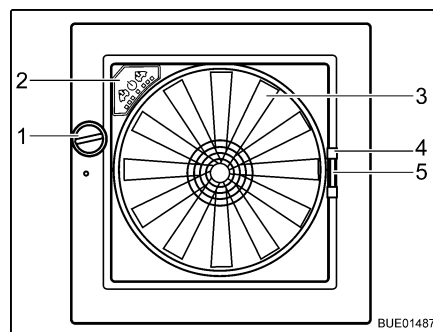

Bild 49 Dachhaube Omni-Vent
Öffnen: ■ Drehknopf (Bild 49,1) drehen, bis der gewünschte Öffnungswinkel erreicht ist.
Schließen: ■ Drehknopf (Bild 49,1) drehen, bis Dachhaube vollständig geschlossen ist.
- Schließen:* ■ Insektenschutz am Griff (Bild 49,4) zur gegenüberliegenden Rahmen-
- Schließen:* ■ Griff (Bild 49,5) der Verdunklung zusammendrücken.
- Ventilator** Wenn die Dachhaube geöffnet ist, kann der Innenraum mit dem 6-stufigen Ventilator (Bild 49,3) belüftet und entlüftet werden. Der Ventilator wird am Bedienfeld (Bild 49,2) bedient.